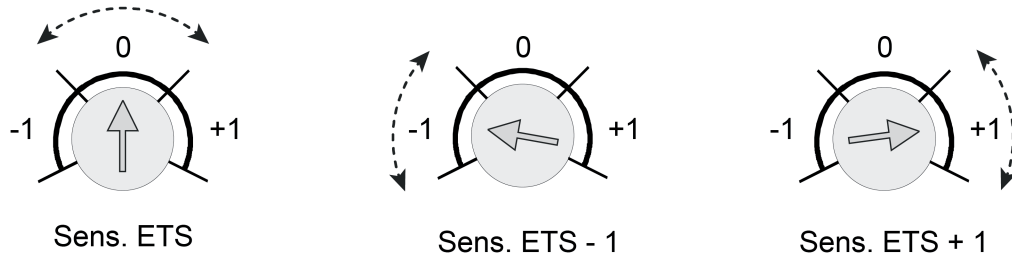

Bild 21: Beispiel zu den Einstellbereichen des Empfindlichkeitseinstellers am Gerät
- (7) Schiebeschalter zur Vor-Ort-Bedienung (Einstellung der Betriebsart und Aktivierung des Programmiermodus (siehe Seite 25))
- (8) Programmier­taste (rot)
- (9) Empfindlichkeitseinsteller
- (10) Designabdeckung für Schiebeschalter (Bedienelement)
- (12) Taste "ON" zur Betriebsartenumschaltung und zur Aktivierung des Programmiermodus (siehe Seite 25)
- (13) Taste "OFF" zur Betriebsartenumschaltung
Die Empfindlichkeit der Bewegungserfassung, die ein Maß für die Reichweite der PIR-Auswertung ist, kann getrennt für die beiden PIR-Sektoren in der ETS parametrierbar und ist darüber hinaus vor Ort am Gerät nach der Inbetriebnahme veränderbar. Hierzu verfügt das Gerät über den Einsteller (9), der das Verändern der parametrierbaren Empfindlichkeitseinstellung aller PIR-Sektoren ermöglicht. Die Empfindlichkeit kann durch den Einsteller um maximal eine Stufe verringert oder erhöht werden (Bild 21).